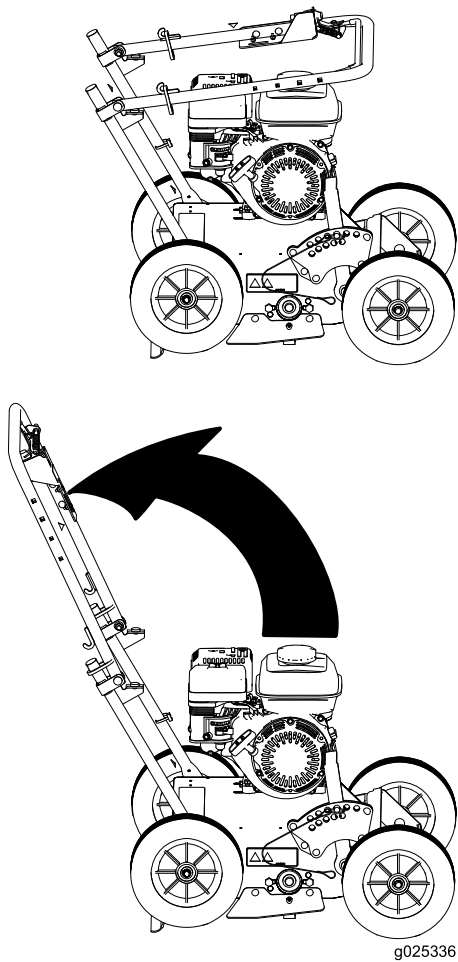

Figura 4
1. Eleve el manillar a la posición de operación (Figura 4).
2. Deslice los anillos de bloqueo ovalados por cada lado del manillar superior y sobre el manillar inferior (Figura 4) para unir ambas secciones del manillar.